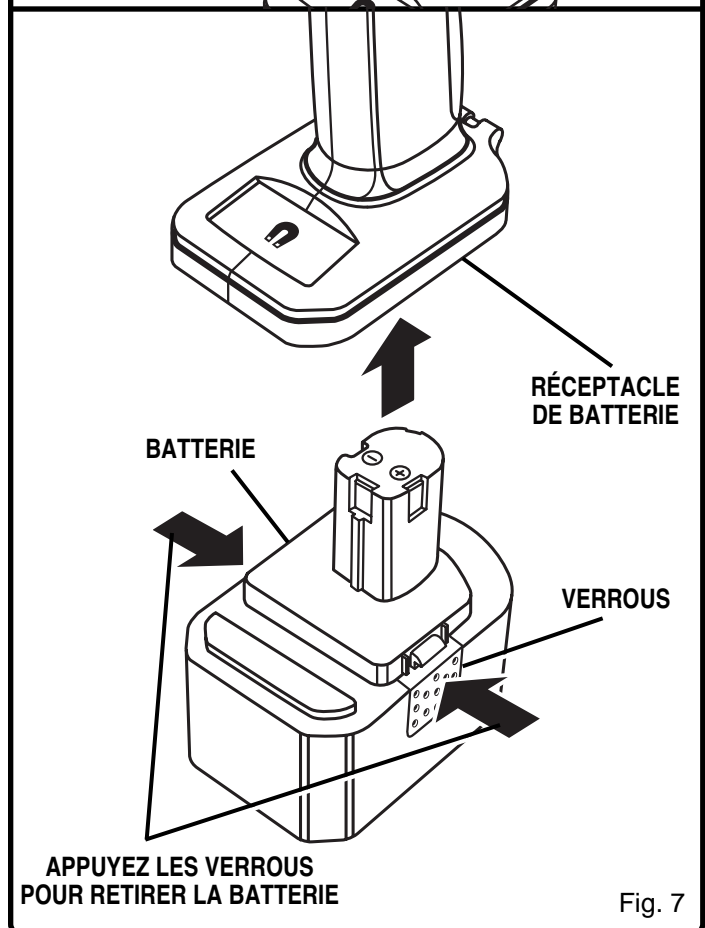

Fig. 7
- Placez la batterie sur votre perceuse. Alignez la nervure de la batterie avec la fente du réceptacle de la perceuse. Voir la Figure 7.
- Repérez les loquets situés sur le côté du bloc-batteries et appuyez sur les deux côtés pour libérer le bloc-batteries de la perceuse. Voir la Figure 7.